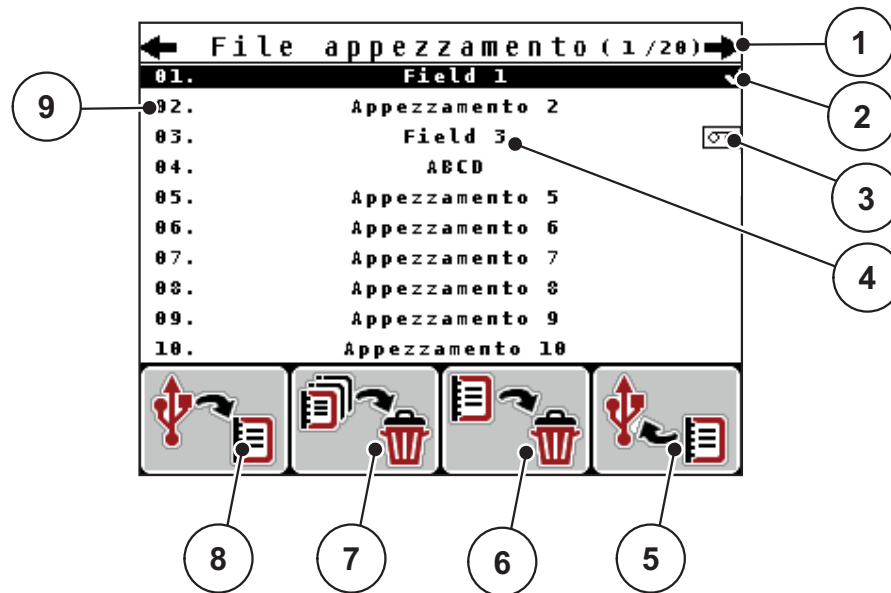

Figura 4.20: Menu File appezzamento
2. Premere il pulsante funzione **F1** (vedi figura 4.20).
2. Premere il pulsante funzione **F4** (vedi figura 4.20).
3. Premere il tasto funzione **F3** sotto il simbolo **Cancella** (vedere figura 4.20).
2. Premere il pulsante funzione **F2** sotto il simbolo **Cancella tutti** (vedi figura 4.20).